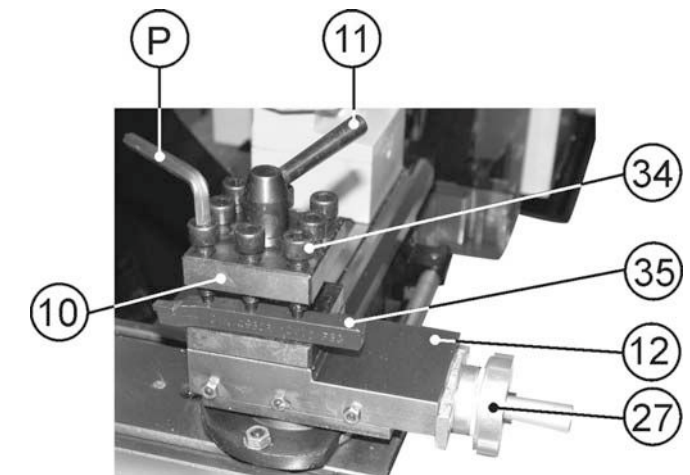
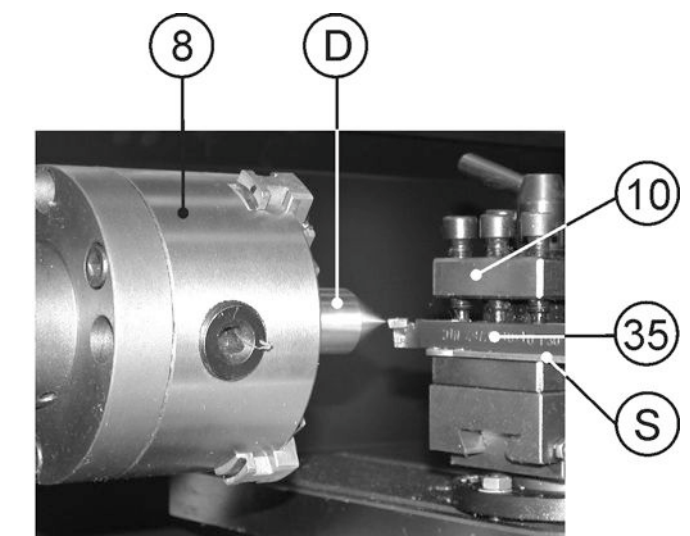

Рис.11
Рис.12
10.1.8. Используя шестигранный ключ (Р), Рис.16, выкрутите 3 болта (34). Установите необходимый для предполагаемой операции резец (35) в резцедержатель (10). Равномерно с достаточным усилием закрутите три болта (34), Рис.11. Убедитесь, что режущая часть головки резца (35) находится по центру диаметра заготовки. Положение резца (35) проверьте по центру (D), зажатом в трёхкулачковом самоцентрирующемся патроне (8). Вылет головки резца должен быть примерно 10 мм, но не превышать 15 мм (не должен превышать полторы высоты державки резца). По необходимости, при установке резца (10) используйте подкладки разной толщины (S). Допускается использовать только одну подкладку, Рис.12.
10.1.9. Для ускорения и удобства работы можно установить в резцедержателе (10) параллельно, но направленные в противоположные стороны головками, два резца (35), Рис.13, при условии, что оба резца (35) в резцедержателе (10) закрепляются тремя болтами (34), Рис.11.
10.1.10. Поверните ручку фиксации резцедержателя (11) против часовой стрелки, поворачивая резцедержатель (10), выберите необходимый для данной операции резец (35) или угол установки резца (35), зафиксируйте положение резцедержателя (10), повернув ручку фиксации резцедержателя (11) в обратном направлении с определённым усилием, Рис. 11.